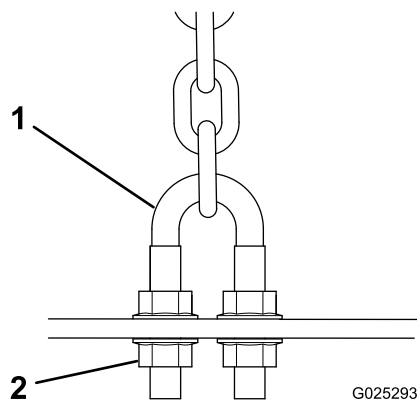
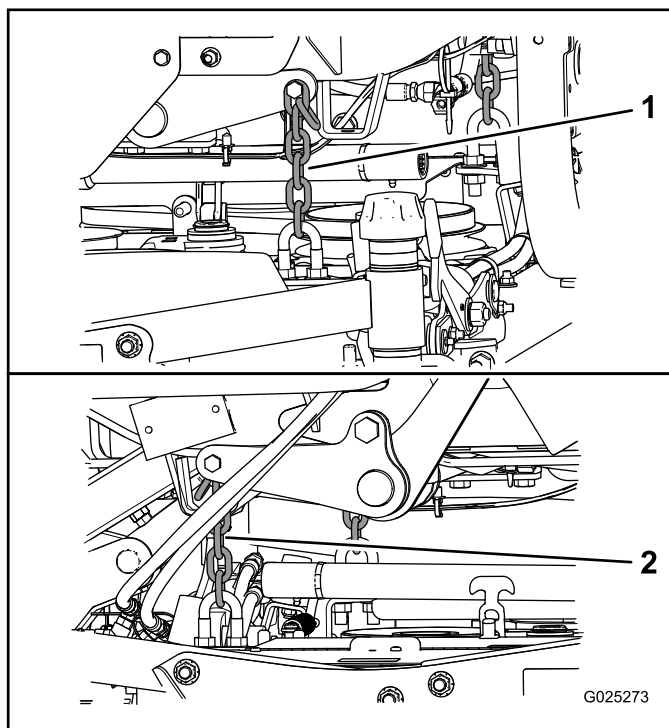

Figure 10
Figure 11
- Ajustez les écrous de blocage des étriers filetés (Figure 10) qui fixent les chaînes de plateau arrière (Figure 11) au plateau pour élever l'arrière du plateau de coupe de sorte à obtenir une inclinaison de la lame de 8 à 11 mm.
8. Ajustez les écrous de blocage qui fixent les chaînes au plateau de coupe jusqu'à ce que le plateau de coupe soit de niveau (Figure 11).